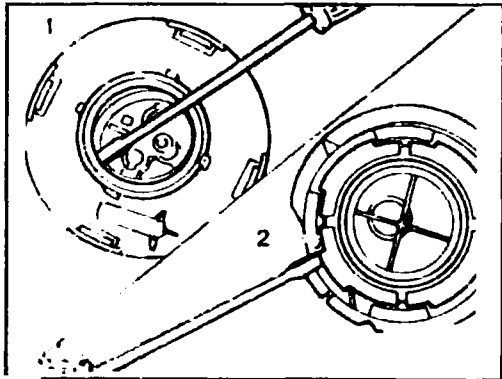

Рис. 4.31 Снятие стопорного и байонетного кольца
- ◆ Выньте отверткой верхнее стопорное кольцо (1, см. рис. 4.31) и байонетное кольцо (2) (на нижней части корпуса).